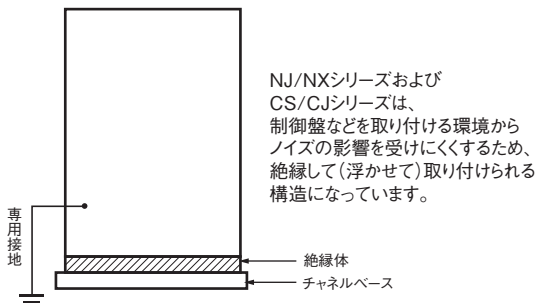

図13. 筐体を絶縁して接地する例
- ③ 特にモータ/インバータなどの大電力機器との共通接地は絶対に避け、相互に影響を受けぬよう個別に設ける。
- ④ 単に感電防止が目的で多くの機器がつながれた接地極（時には鉄骨のこともある）への接地は避ける。
- ⑤ 接地極はできるだけコントローラ側近くとし、接地線は短くする。
(3) 接地上の注意事項
- ① 信号線接地と筐体接地が同一である場合は、チャンネルベース（接地されている制御盤など内の金属板）とは絶縁体による絶縁が必要です。（図13. 参照）